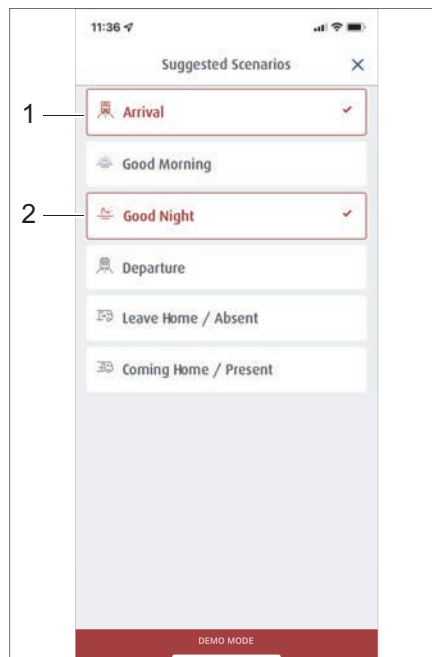
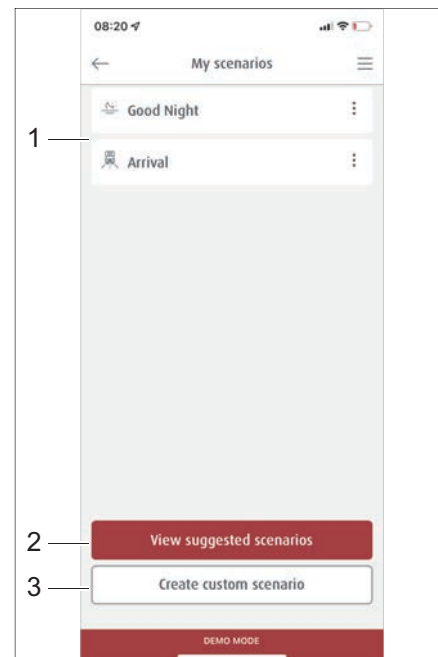

Fig. 277 Sélection de scénarios préétablis
Fig. 278 Gestion des scénarios
La rubrique *Scénarios* contient une liste de tous les scénarios enregistrés (Fig. 278,1). Des scénarios préétablis (Fig. 278,2) peuvent être consultés ou bien de nouveaux scénarios peuvent être créés (Fig. 278,3).
- Dans le menu *Scénarios*, appuyer sur la touche *Consulter les scénarios préétablis* (Fig. 278,2). Une liste des scénarios préétablis s'affiche.
- Appuyer sur la touche des scénarios souhaités, par ex. *Arrivée* (Fig. 277,1) et *Bonne nuit* (Fig. 277,2). Les touches des scénarios sélectionnés sont toujours entourés d'une bordure rouge et sont repris dans la liste du menu *Mes scénarios* (Fig. 278,1).